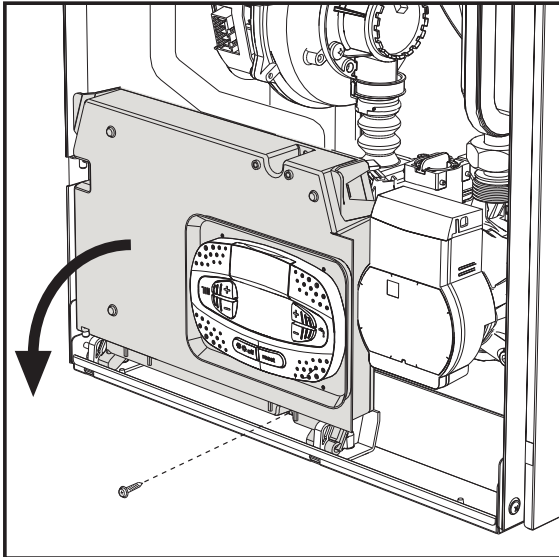
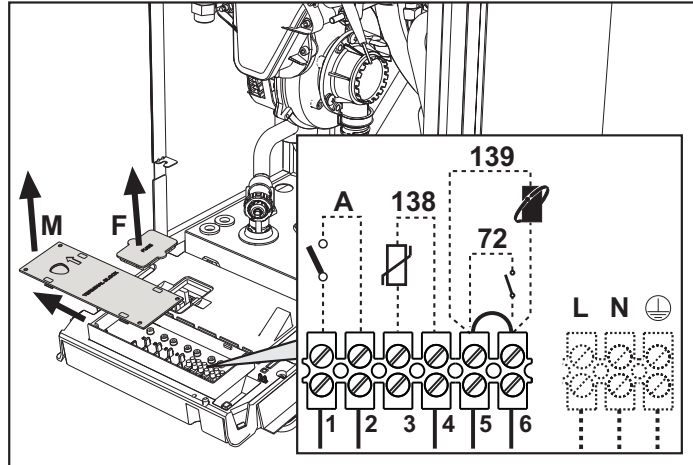

fig. 19
fig. 20
După ce ați scos panoul frontal ( \*\*\* 'Deschiderea panoului frontal' on page 135 \*\*\* ) veți putea avea acces la panoul de borne (M) și la siguranța (F) urmând indicațiile descrise în continuare (fig. 19 și fig. 20). **Bornele indicate în fig. 20 trebuie să aibă contactele curate (nu 230 V).** Dispunerea bornelor pentru diferitele conexiuni este indicată și în diagrama electrică din fig. 61.
## Configurarea întrerupătorului ON/OFF (A fig. 20)